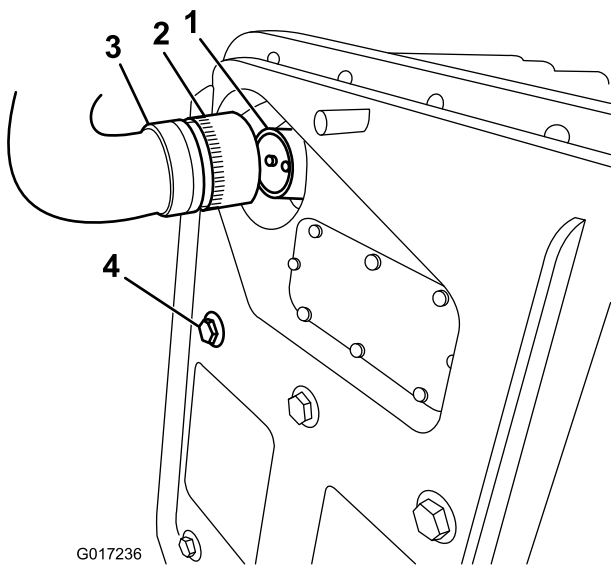
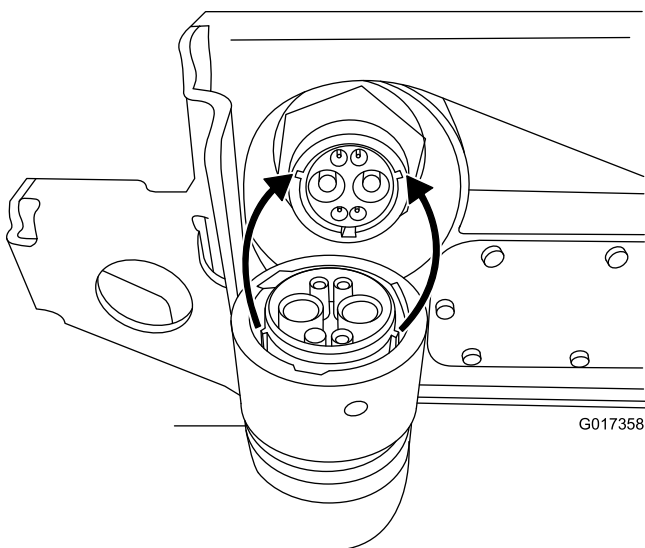

Bild 10
Bild 11
9. Fluchten Sie die Laschen an der Innenseite des Kabelbaumnetzsteckers mit den Schlitten im Batteriepackungsanschluss aus. Drücken Sie den Kabelbaumanschluss in den Batterieanschluss (Bild 10 und Bild 11).